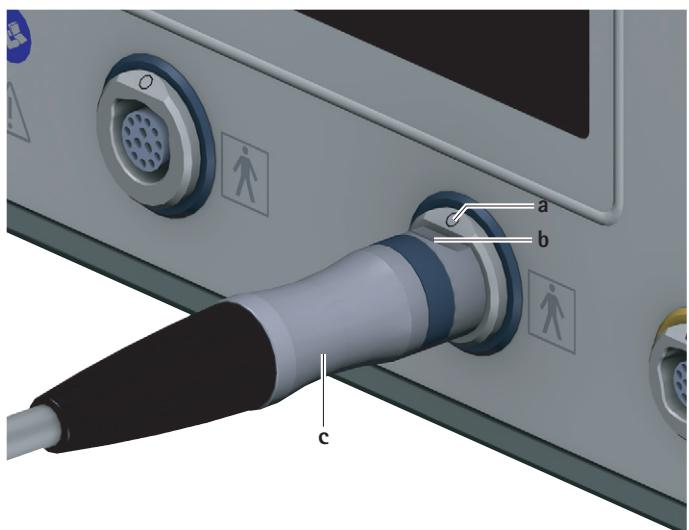

Fig. 3 Collegamento cavo motore
- Orientare il connettore per la centralina **c** sul cavo motore in modo che la marcatura **b** del connettore coincida con quella **a** presente sulla presa di collegamento dei motori **7**, vedere Fig. 3.
- Estrarre il connettore del cavo motore c dalla centralina 7, vedere Fig. 3.